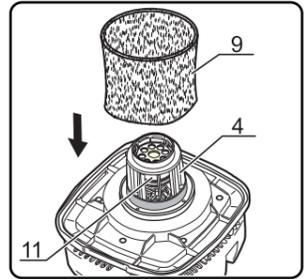

fig.6-1
- 습식 청소의 경우 동봉된 폼 필터(9)를 장착하고, 필터 잠금 장치(19)를 고정하십시오. (fig.6-1, 6-2)